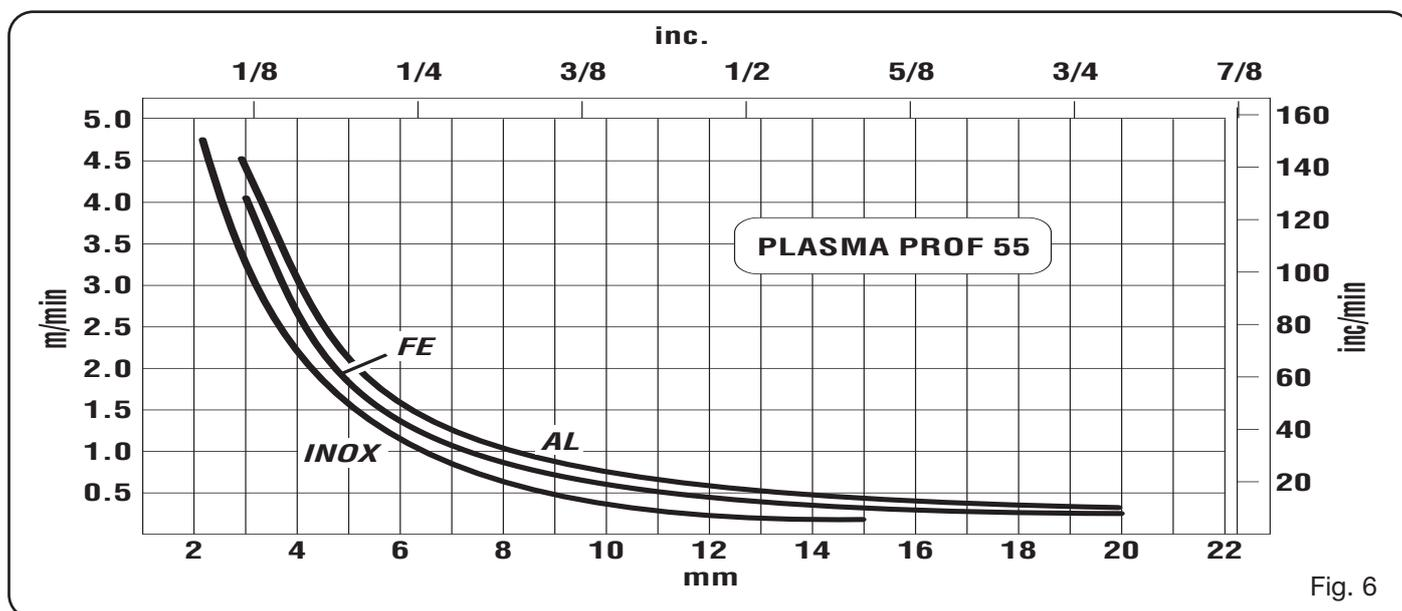

Fig. 6
- För tjockt arbetsstycke (se diagram över skärhastigheter, fig. 6)